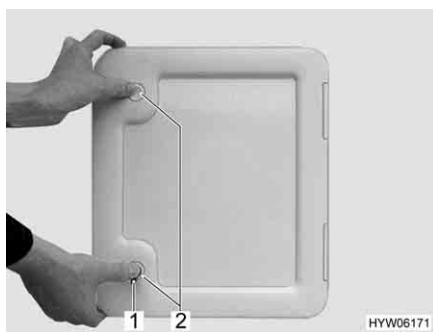

Fig. 105 Sportello per la cassetta Thetford
Lo sportello della cassetta Thetford (Fig. 105) si trova all'esterno del veicolo.
- Inserire la chiave nel cilindro della serratura a pressione (Fig. 105,1) e ruotare in senso orario di un quarto di giro.
- Premere contemporaneamente con i pollici entrambe le serrature a pressione (Fig. 105,2) e aprire lo sportello per la cassetta Thetford.